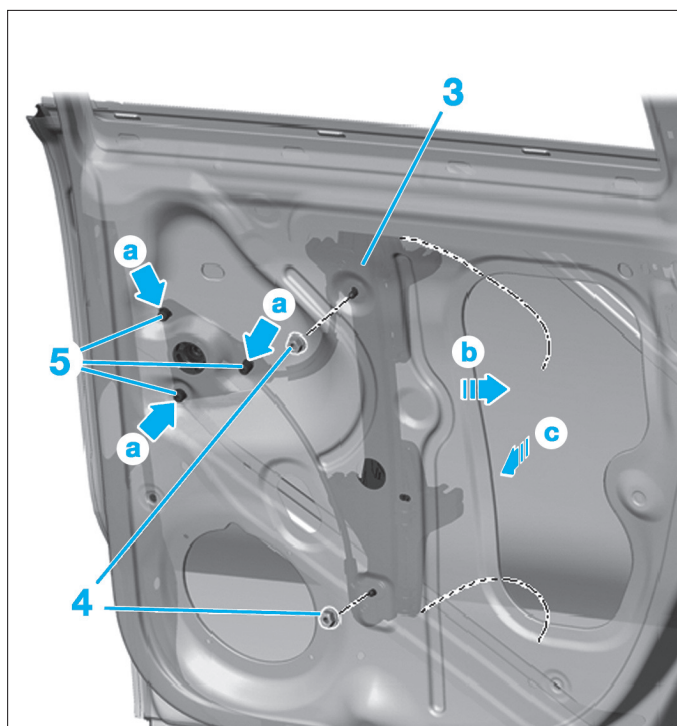
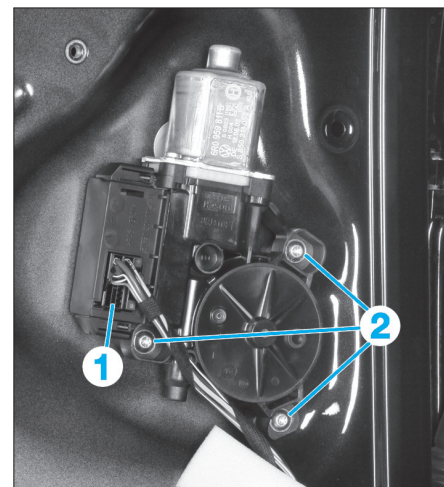

FIG. 90
FIG. 89
- Débrancher le connecteur (1) (Fig.89).
- les vis (2) du moteur puis l'extraire du mécanisme,
- les écrous (4) du mécanisme (Fig.90).
- Déverrouiller les crochets de fixation (5) de la partie avant du mécanisme et les engager dans la porte en (a).
- Insérer le lève-vitre (3) dans la porte.